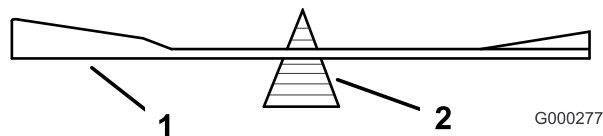

Figura 95
2. Verifique el equilibrio de la cuchilla colocándola sobre un equilibrador de cuchillas (Figura 95). Si la cuchilla se mantiene horizontal, está equilibrada y puede utilizarse. Si la cuchilla no está equilibrada, rebaje algo el metal en la parte de la vela solamente (Figura 96). Repita este procedimiento hasta que la cuchilla esté equilibrada.